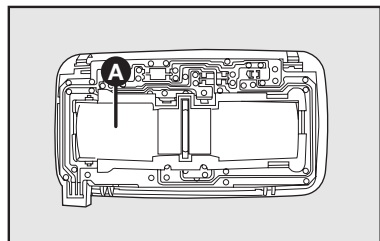

fig. 41
3) tire de la tapa **A-fig. 41** interna, para tener acceso a las lámparas;